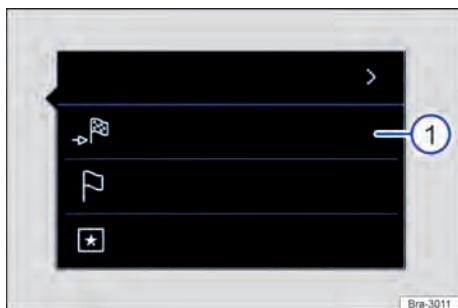

Fig. 168 Tocar el punto deseado en el mapa para el registro directo del destino.
El mapa de navegación para su país contiene en varios lugares áreas activas, aptas para una entrada de datos directamente desde el mapa. Para ello toque con el dedo en el lugar deseado en el mapa y si existen para este lugar datos activos, se abre una ventana adicional referente al destino tocado → fig. 168 ①.
Seleccionar la función en la ventana adicional → fig. 168 ①: